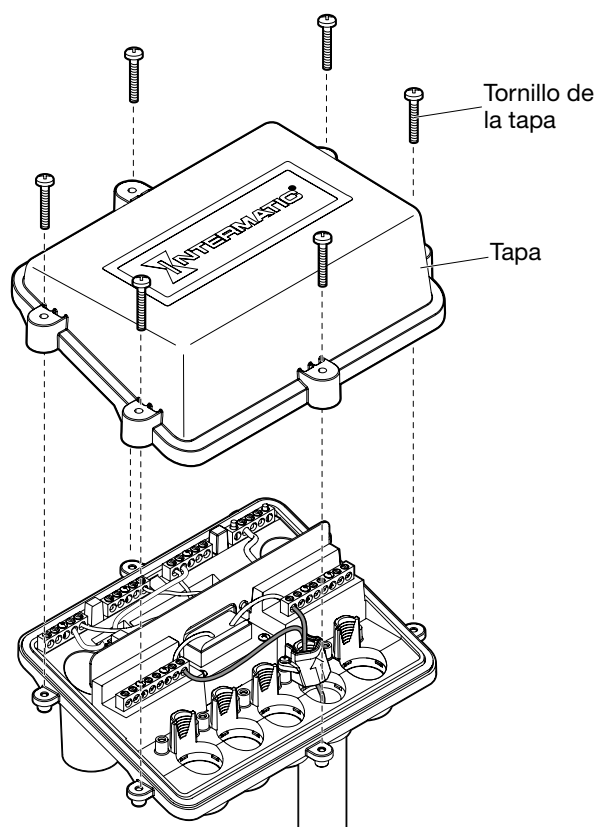

FIG. 11. Fijación de la tapa
13. Asegure la tapa con los seis tornillos incluidos. Apriete uniformemente los tornillos hasta que estén completamente asentados. Apriete cada tornillo a 19 pulg./lb. Consulte FIG. 11.